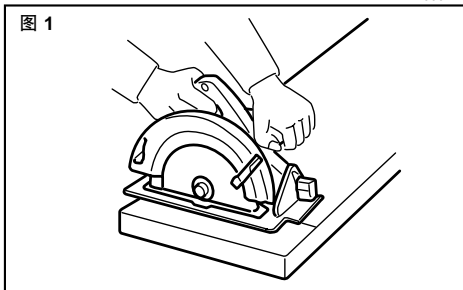
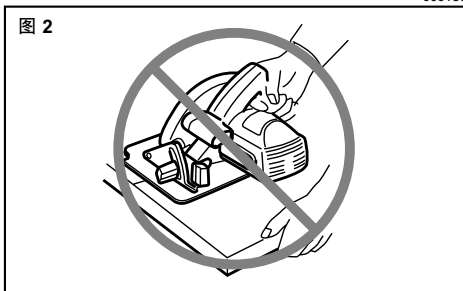

图 1
图 2
26. 进行切割时，请将圆锯底座较宽的部分置于工件被稳固支撑的那部分上，而不要放在将被切割下来的那部分上。例如，图 1 显示了切下板的一端的正确方式。图 2 显示了错误的切割方式。如果工件很短或很小，请将其夹住。切勿试图手持短小的工件！